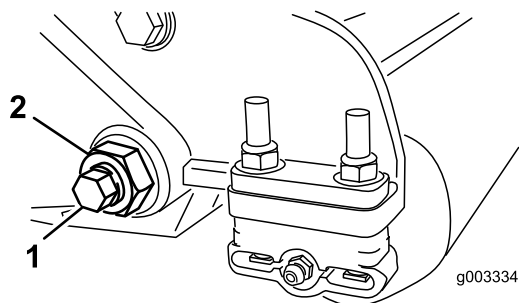

図 28
3. ベッドバーボルト図 28を固定しているロックナット機体両側をゆるめる。
4. 各ベッドバーボルトを抜いて、ベッドバーを下に引き抜いて外せるようにする図 28。